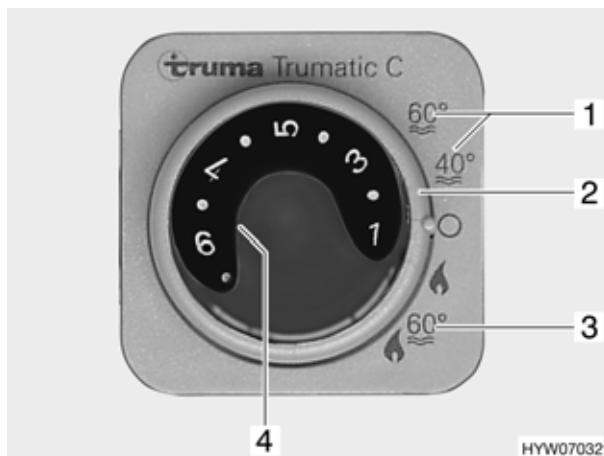

Fig. 122 Centralina di controllo per riscaldamento/boiler
Il boiler è integrato nel riscaldamento e funziona a gas. Il boiler si accende dalla centralina di controllo (Fig. 122) con l'interruttore girevole (Fig. 122,2).
Durante il funzionamento invernale "Riscaldamento e boiler" (Fig. 122,3), accendendo il riscaldamento è riscaldato automaticamente anche l'acqua nel boiler. Quando il riscaldamento si spegne al raggiungimento della temperatura ambiente desiderata, il boiler continua a riscaldare l'acqua, fino a quando questa raggiunge la temperatura impostata.
Durante il funzionamento estivo (Fig. 122,1) l'acqua è riscaldata soltanto nel boiler fino a 40 °C o 60 °C. L'acqua si riscalda a 60 °C in ca. 1 ora. La luce spia gialla (Fig. 122,4) si accende durante la fase di riscaldamento del boiler.
- Sulla centralina di controllo (Fig. 122) posizionare l'interruttore girevole (Fig. 122,2) su "Funzionamento estivo" (Fig. 122,1).
La luce spia gialla (Fig. 122,4) si accende durante la fase di riscaldamento. Al raggiungimento della temperatura dell'acqua desiderata, la fase di riscaldamento termina e la luce spia gialla si spegne.
- Sulla centralina di controllo (Fig. 122) posizionare l'interruttore girevole (Fig. 122,2) su "Spento".